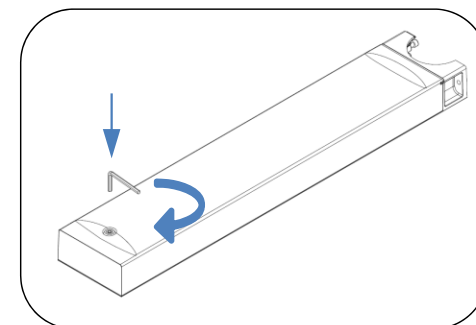

Fig. 4: Luminaria abierta
5. Con una llave hexagonal de 8 mm, abra la unidad como se indica en la Fig. 4. Conecte el cableado al bloque de conectores en la luminaria. Consulte el diagrama de cableado que aparece en la página 2. Coloque la bombilla. Cierre la unidad.